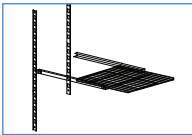

Figure 2
- Ne pas utiliser de détergents abrasifs ou des poudres qui pourrait faire la finition opaque. Durant ces phases ne sont pas, comme déjà indiqué, l’utilisation de grandes quantités d’eau qui pourrait endommager les composants électriques, une éponge humide suffit. Placez le support auto à l’intérieur du réfrigérateur, dans la position la plus adaptée pour une utilisation, l’insertion de chaque support dans les trous à la base du réfrigérateur et en insérant la languette latérale à l’endroit approprié sur les côtés ou sur les supports de table. (Fig. 2)
- Faites glisser le plateau dans les supports comme le montre po (Fig. 2)